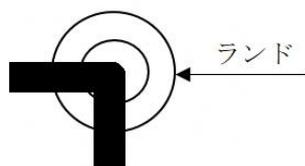
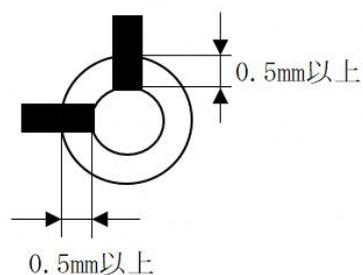

図14 配線の方向変更
図15 スズメッキ線切断方法
- ・配線の変える場合は、図14のようにランド上で行き、そのランドをはんだ付けすること。また2方向から直角に交わるスズメッキ線を配線するランドでは、スズメッキ線を図15のように切断し、そのランドをはんだ付けすること。